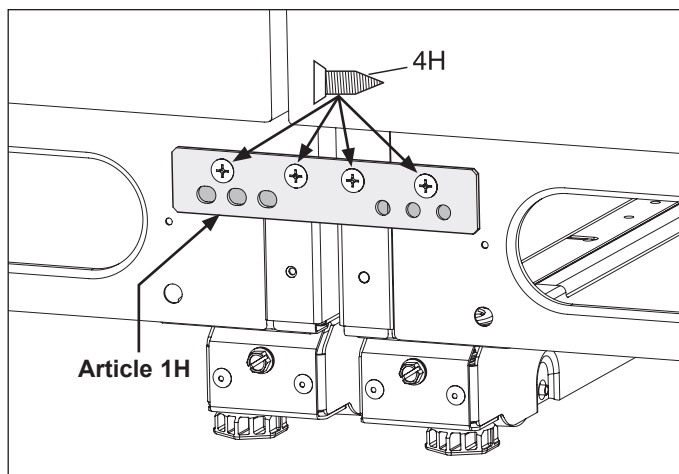

Figure 8
- d. Liez les deux appareils à l'aide du support de fixation en bas à l'avant à l'aide d'un tournevis Phillips #3. (Voir la Figure 8).